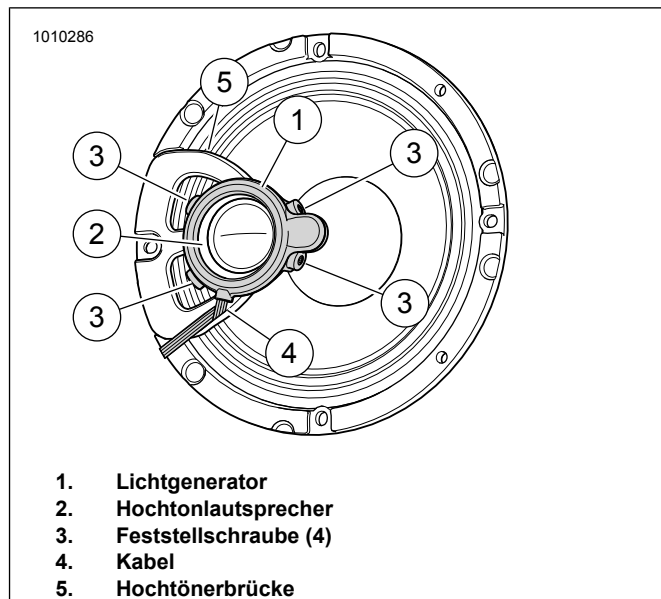

Abbildung 2. FLH-Lautsprecher, Hochtonlautsprecher, Hochtönerbrücke und LED-Beleuchtung
Siehe Abbildung 2. Den Lichtgenerator (1) wie dargestellt auf die Hochtönerbrücke (2) setzen. Lichtgenerator leicht andrücken.